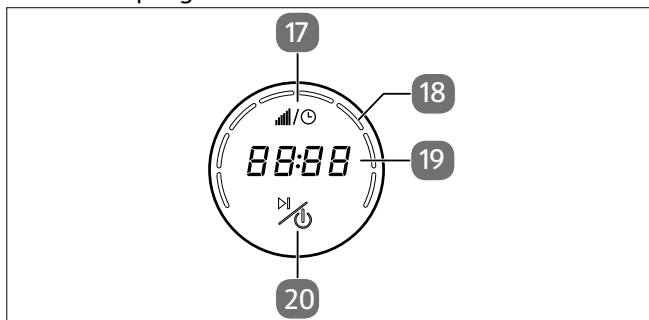

Fig. 4 – Comandi dell'apparecchio/Display
3. Regolatore di velocità (rotazione)/comandi dell'apparecchio/display (vedere Fig. 4)